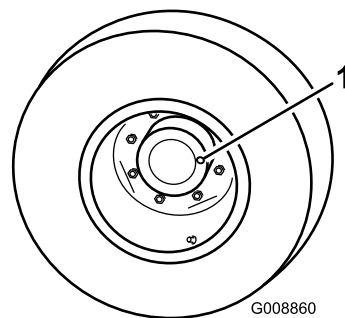
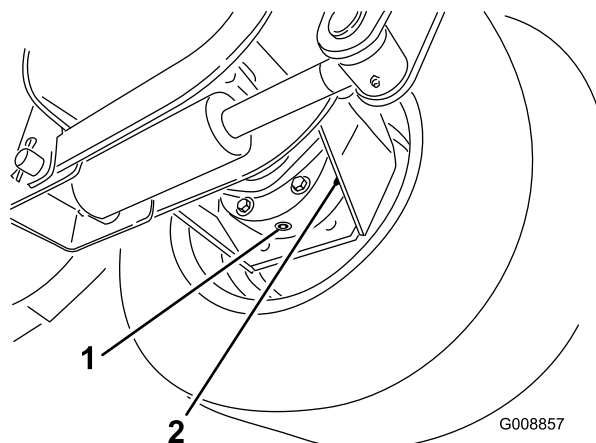

Figure 72
Figure 73
1. Garez la machine sur une surface plane et horizontale, tournez la roue de manière que le bouchon de contrôle/vidange (Figure 72) se trouve à la position 3 heures ou 9 heures.
2. Retirez le bouchon du train planétaire (Figure 72) et du carter de frein (Figure 73). L'huile pour engrenages devrait se trouver à 3 mm du bouchon de contrôle sur le carter de frein et le train planétaire.
3. Placez un bac de vidange sous le carter de frein de l'autre côté de la roue (Figure 73).